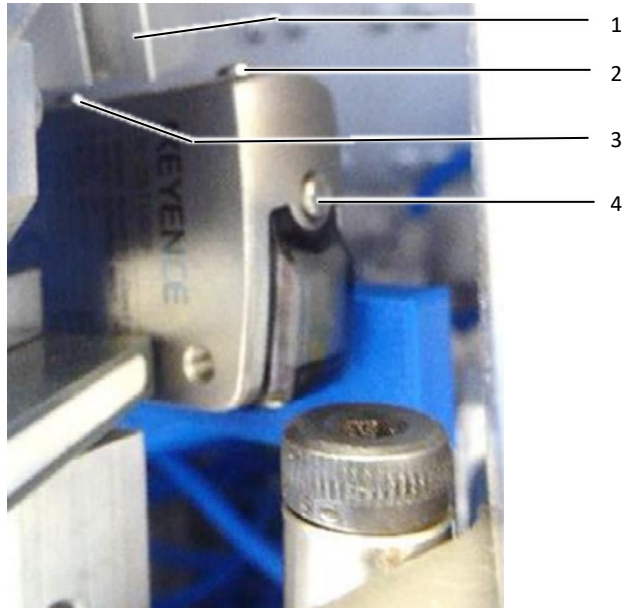

Bild 16: Fotocell
- Skjut hylskniven (bild 16, pos. 1) uppåt.
- Lås upp fotocellen genom att hålla inställningsknapparna (bild 16, pos. 2 och 3) intryckta samtidigt i tre sekunder. På fotocellens skärm visas "UNL".
- Håll in inställningsknappen på högra sidan (bild 16, pos. 4) intryckt i tre sekunder tills "SET" blinkar på skärmen.
- Ställ in värdet "20" (för fininställning kan känsligheten ställas in mellan -99 och 999 med inställningsknapparna (bild 16, pos. 2 och 3)).
- Spärra fotocellen genom att hålla inställningsknapparna (bild 16, pos. 2 och 3) intryckta samtidigt i tre sekunder. På skärmen visas "LOC".